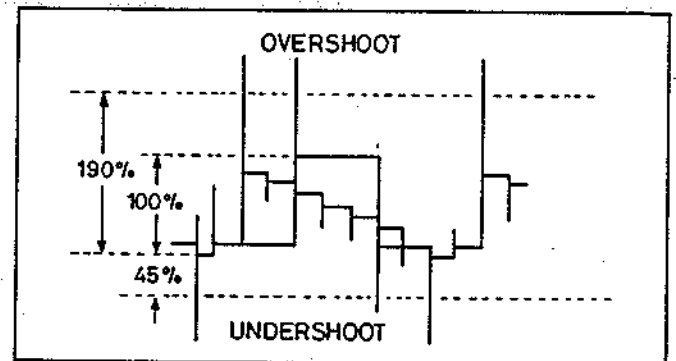

Abb. 5-11 Schwarz/Weiß-Spitzenbegrenzer
(6) Schwarz/Weiß-Spitzenbegrenzer (D/W CLIP, Abb. 5-11)